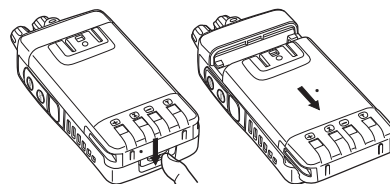

Abb. 2
2. Zum Abnehmen Verriegelung betätigen und Akku nach unten schieben (Abb. 2).